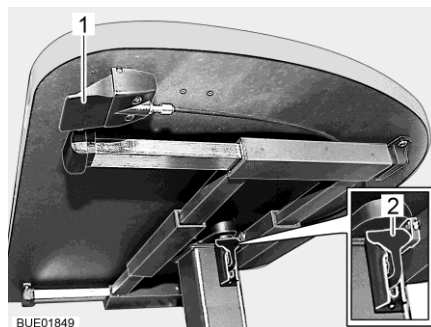

Fig. 81 Tavolo rialzabile con tasto di sblocco
- Tirare o spingere la leva di serraggio (Fig. 81,2) verso il basso.
- Premere verso l'alto la leva di serraggio (Fig. 81,2).
- Premere e tenere premuto il tasto di sblocco (Fig. 81,1). Il piano del tavolo va automaticamente verso l'alto fino al fine corsa.
- Rilasciare il tasto di sblocco (Fig. 81,1). Il piano del tavolo rimane nella posizione selezionata.
- Premere e tenere premuto il tasto di sblocco (Fig. 81,1).
- Rilasciare il tasto di sblocco (Fig. 81,1). Il piano del tavolo rimane nella posizione più bassa.